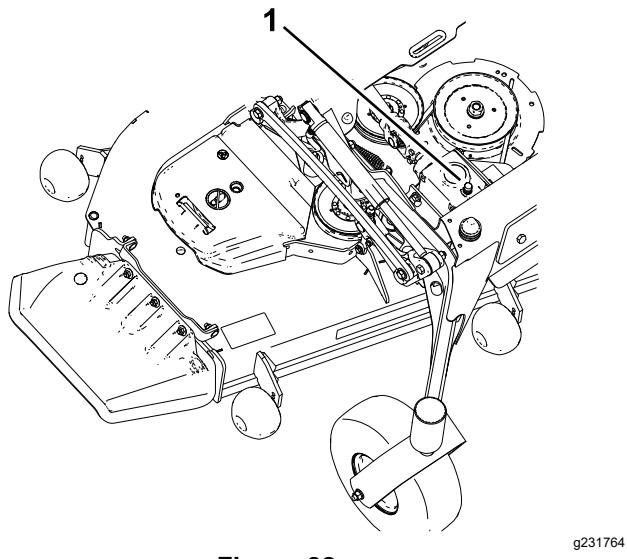

Figure 82
5. Retirez le bouchon de remplissage-jauge au sommet du boîtier d'engrenages et vérifiez que le niveau de lubrifiant se situe entre les repères sur la jauge (Figure 82).